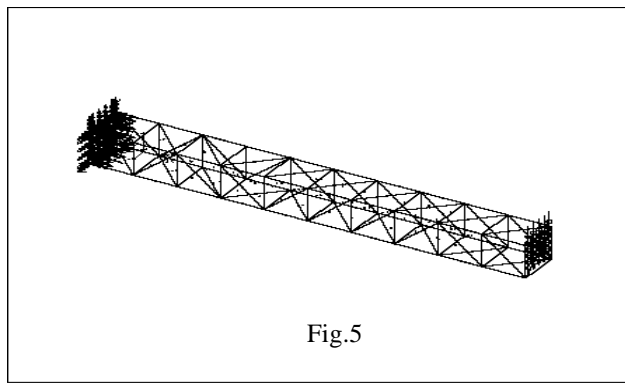

Fig.5
- (3) Fig. 5 に示すようにメッシュ分割を行ないます。